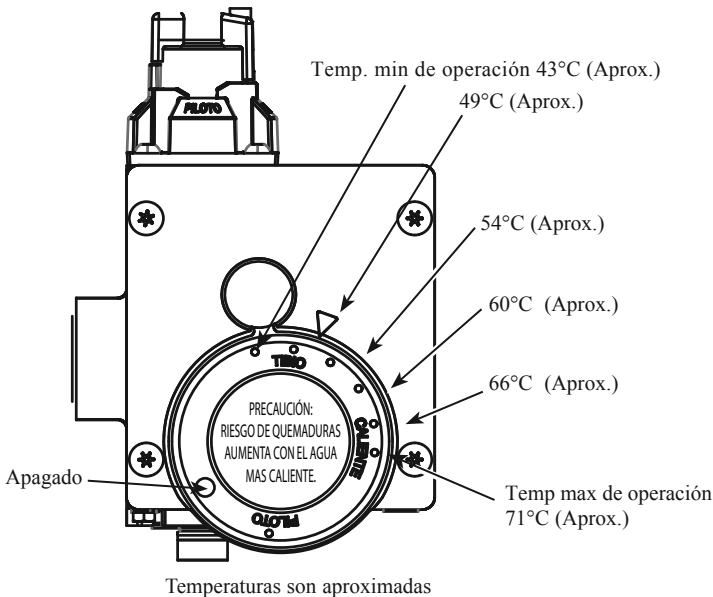

Figura 5. — Termostato
2. AJUSTE DE LA TEMPERATURA DEL AGUA — La temperatura del agua en el termo a gas se puede regular ajustando el indicador de temperatura en la parte delantera del termostato (Consulte la Figura 5).